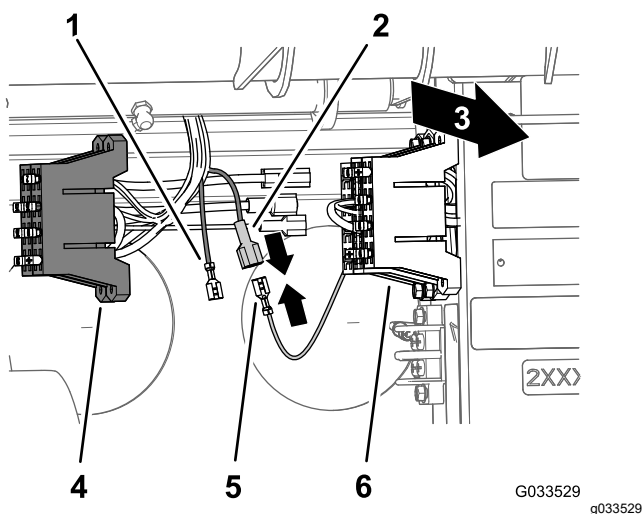

Figura 23
opional al blocului de siguranțe al cablajului pulverizatorului (Figura 23).
- Cuplai borna neizolată a blocului de siguranțe al mainii la borna lamă izolată a blocului de siguranțe al pulverizatorului (Figura 23).